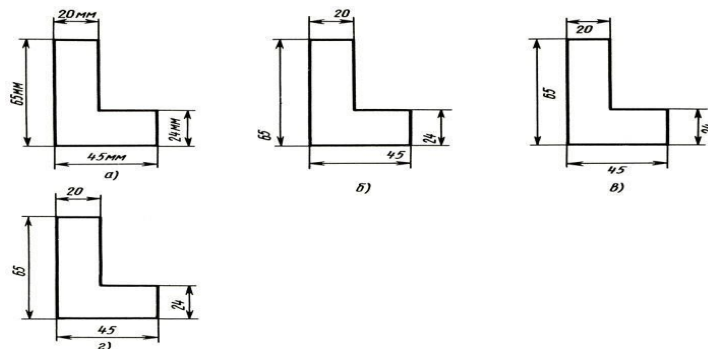

Рисунок 2
6. *Определите, на каком чертеже правильно записаны размерные числа? (рисунок 2).*